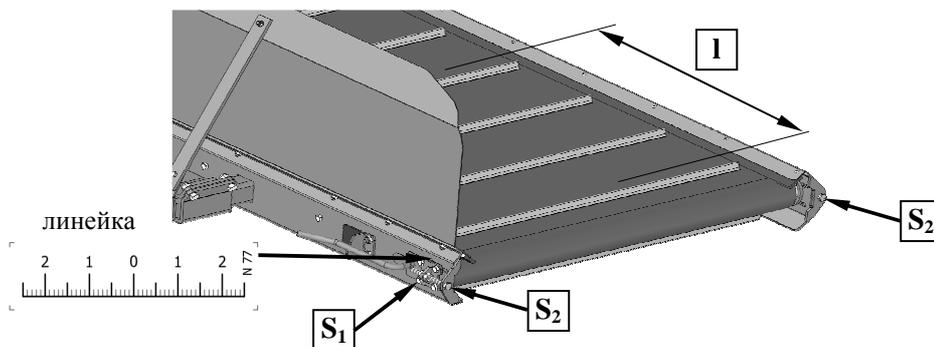

Рис. 46.
1. На установленной ленте отмечаем две черточки на расстоянии  $l = 1000$  мм (Рис. 46).